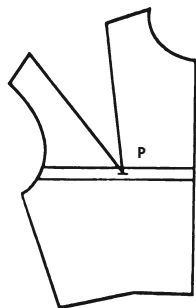

Рис. 508
3. Направьте обе вытачки подготовительного лекала вверх и проведите затем горизонтальную полосу, как в предыдущих примерах (рис. 508).